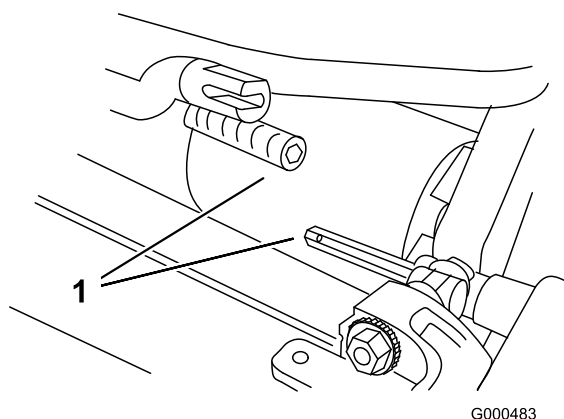

Figure 53
6. Tirez le plateau de coupe en avant d'environ 51 mm, puis vers la droite pour dégager l'accouplement de la transmission (Figure 53).